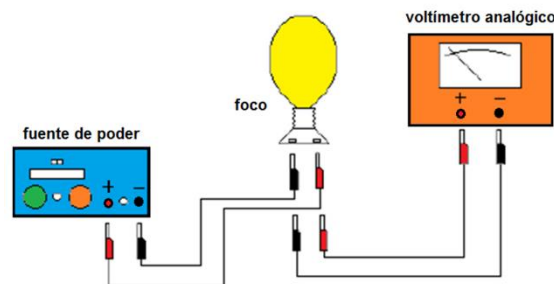

Figura 1: Diagrama del circuito
2) Se armó el circuito de la figura 1 y 2, sin poner en funcionamiento la fuente de poder, además verificamos que las perillas de corriente y voltaje estuvieran totalmente giradas en sentido contrario al movimiento de las manecillas del reloj.